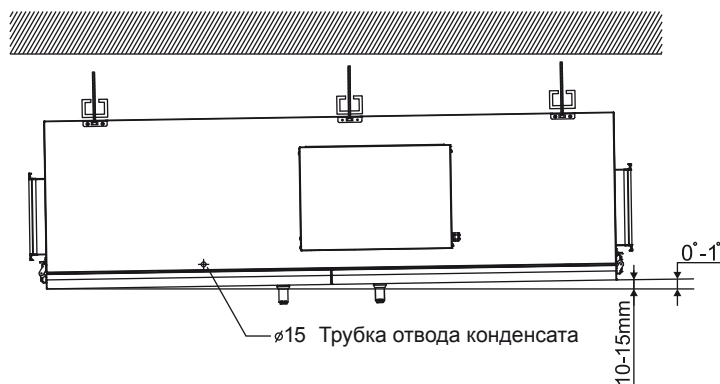

Рис. 1
Монтажные работы должны выполняться только квалифицированными специалистами с соблюдением правил безопасности. вентагрегат устанавливается сервисной дверцей вниз (см. рис. 1). Крепление вентагрегата производить только к строительным конструкциям. Монтаж необходимо произвести так, чтобы вес системы воздухопроводов и всех ее компонентов не передавался на вентустановку.
При монтаже вентагрегат необходимо устанавливать с наклоном 1° по отношению к дренажному отверстию (рис.1).
вентагрегат (1) должен иметь уклон в сторону патрубка отвода конденсата (2) (см. рис. 1).